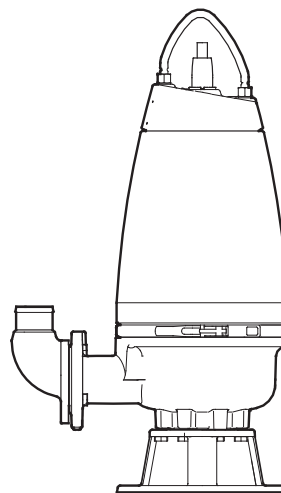

Рис. 5 Свободно стоящий на кольцевом основании погружной насос
Насосы, предназначенные для переносной погружной установки, могут стоять свободно на дне резервуара. Насос должен быть установлен на кольцевом основании. См. рис. 5.
- Трубопровод должен быть на опорах, чтобы на него не передавалось напряжение или иные механические воздействия. Рекомендуется использовать вибровставки и хомуты для подвешивания труб. См. рис. 5.
- Если при установке в горизонтальном положении насос соединяется со всасывающим трубопроводом с помощью переходника, то последний должен быть эксцентриковым. Во избежание воздушных пробок в линии всасывания его устанавливают конусной частью вниз и меньшим диаметром в сторону насоса. Воздух во всасывающем трубопроводе может вызвать кавитацию. См. рис. 5.